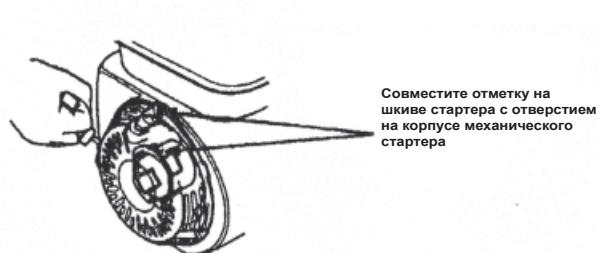

Рис.33
3. Медленно потяните ремень стартера, пока не почувствуете легкое сопротивление, продолжайте тянуть, пока паз на шкиве стартера не поравняется с отверстием на стартере. В этот момент всасывающий и выхлопной клапан закрыты, и это предотвращает коррозию внутренней поверхности. (Рис.33).